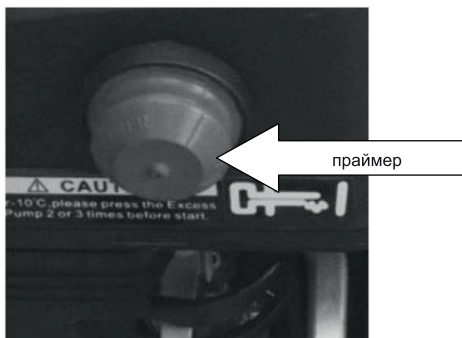

Рис.33
- Нажмите на праймер подкачки топлива три раза. При запуске теплого двигателя праймер нажимать не надо (Рис.33).